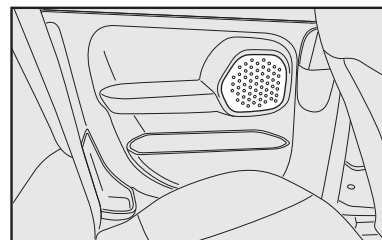

fig. 125
- sede para alto-falantes na lateral traseira da Strada Adventure Cabine Dupla **fig. 125**.